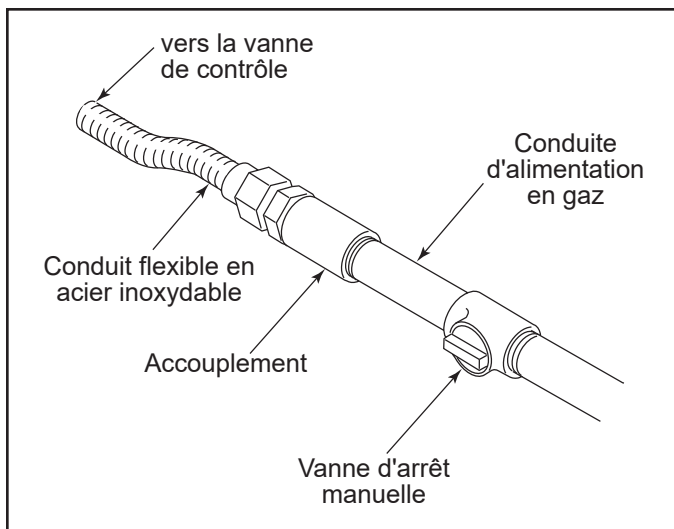

Figure 6.1 Raccorderment au gaz
- Amenez l'entrée de la ligne de gaz dans la boîte à feu. Voir la figure 6.1.